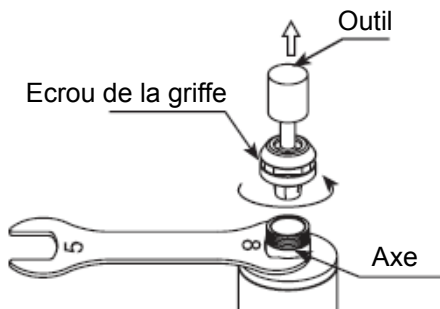

Fig. 21
- (1) Enlevez l'outil conformément à la procédure reprise au chapitre 11 "REEMPLACEMENT DES OUTILS" ci-dessus et enlevez l'assemblage de l'écrou de la griffe. (Fig. 21).